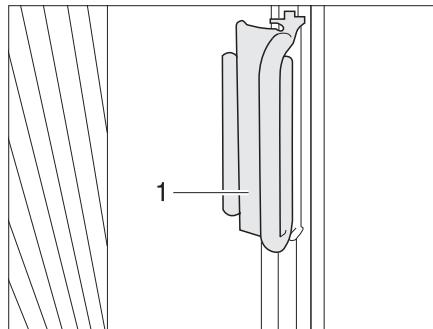

Bild 76 Faltdunkelung für Fahrer- und Beifahrerfenster
- Die Faltdunkelungen am Griff (Bild 76,1) fassen und vorsichtig nach vorn zuziehen, bis der Magnetverschluss die Faltdunkelung geschlossen hält.
- Den Griff (Bild 76,2) auf den Aufsatz schieben. Die Faltdunkelung ist gesichert.